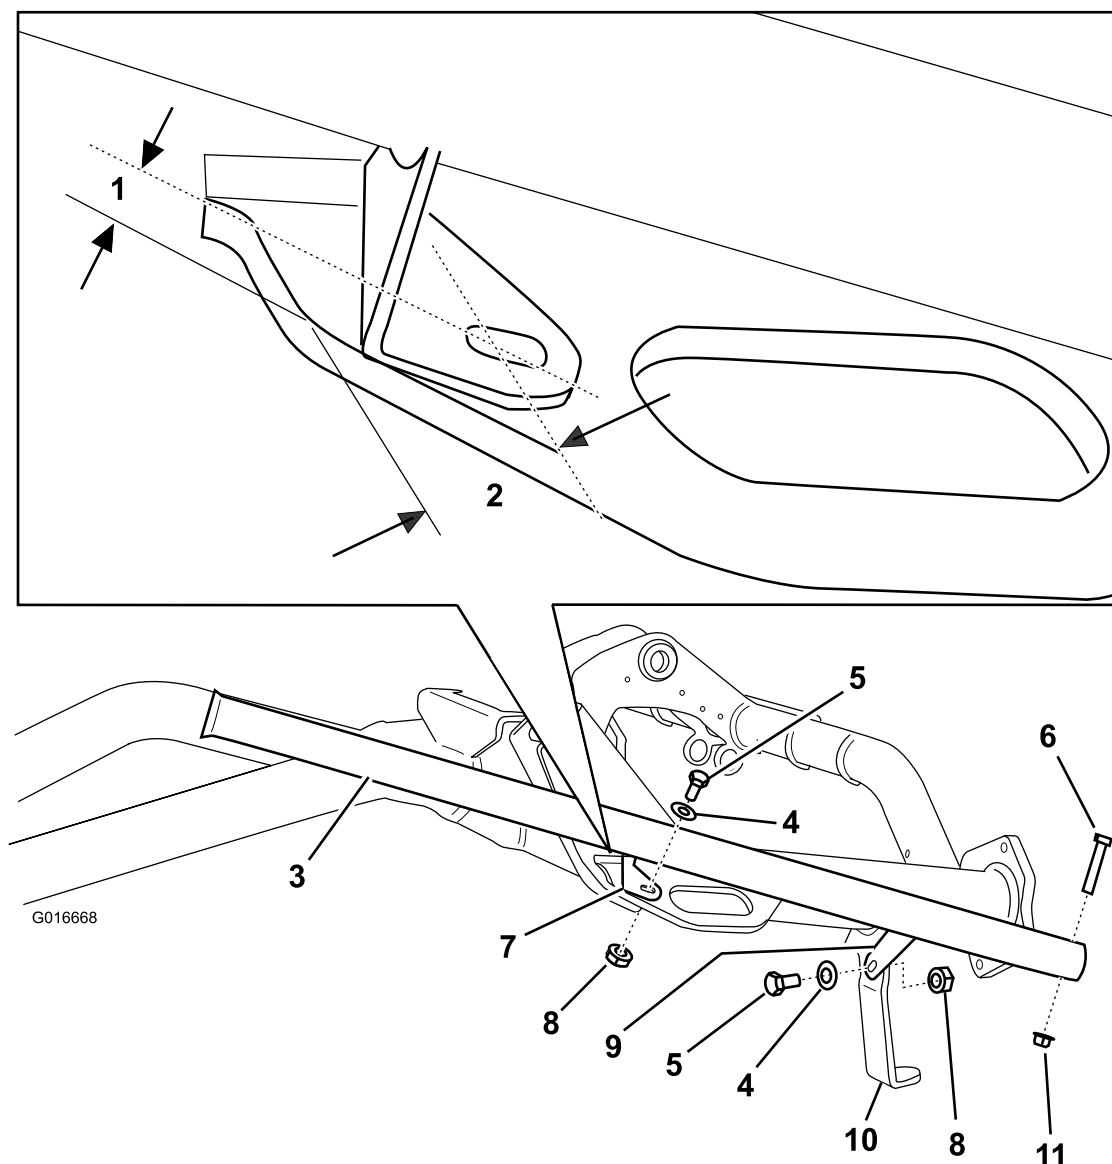

Figure 1
2. Positionnez la patte arrière du support pour fouet à rosée comme montré dans le détail de la Figure 1, et veillez à bien appuyer la patte avant du support contre la patte sur la machine (Figure 1).
3. En vous servant de la fente dans la patte arrière comme gabarit (Figure 1), repérez et percez un trou de 9 mm dans le longeron du cadre.